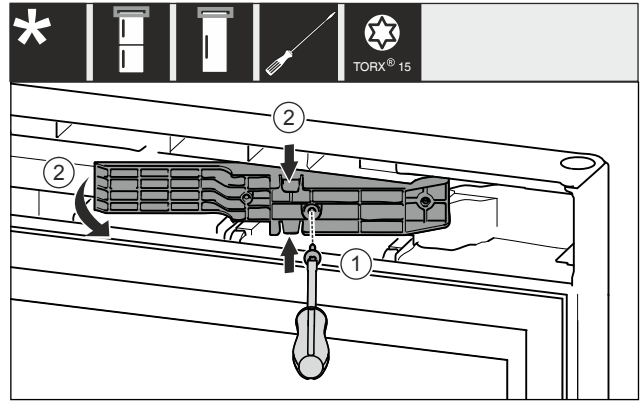

Fig. 12 \*
- ▶ Lironi vidat me një kaçavidë T15. Fig. 12 (1)\*
- ▶ Tërhiqni jashtë pjesën përshtatëse. Fig. 12 (2)\*